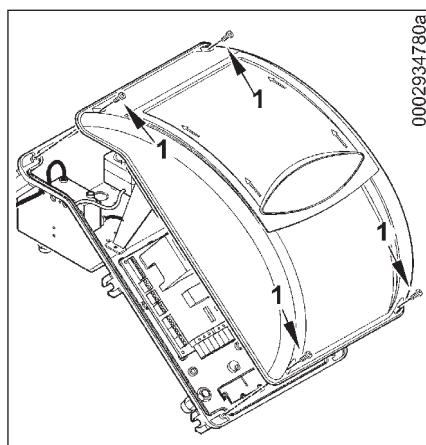

Рис. 1
- Снимите крышку, открутив 4 винта (1), согласно рис. 1, при этом не убирайте прозрачное окошко. Таким образом, можно иметь доступ к электрической панели горелки.